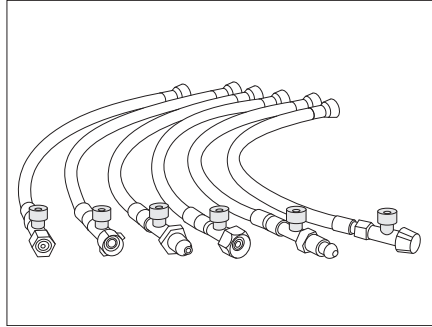

Fig. 162 Mangueras de alta presión con dispositivo de seguridad en caso de rotura de manguera (variantes país específicas)
- Presionar con fuerza el botón verde en la manguera de alta presión (Fig. 162).